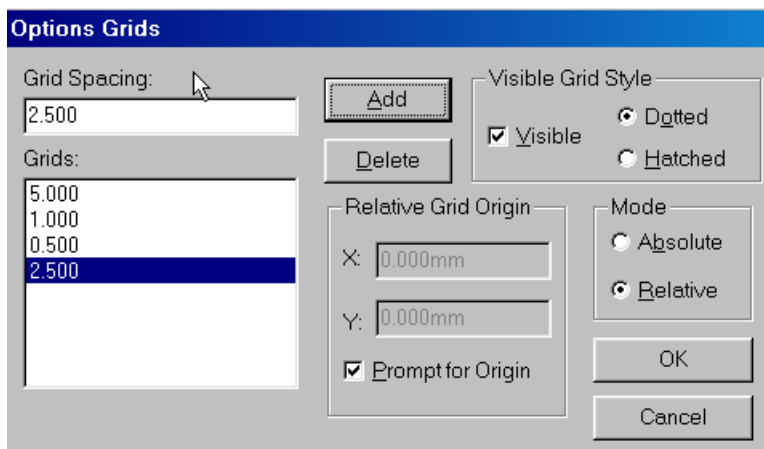

Рис. 8-14. Установка параметров сетки
2) Параметры сетки установите командой **Options/Grids** так, как показано на рис. 8-14.